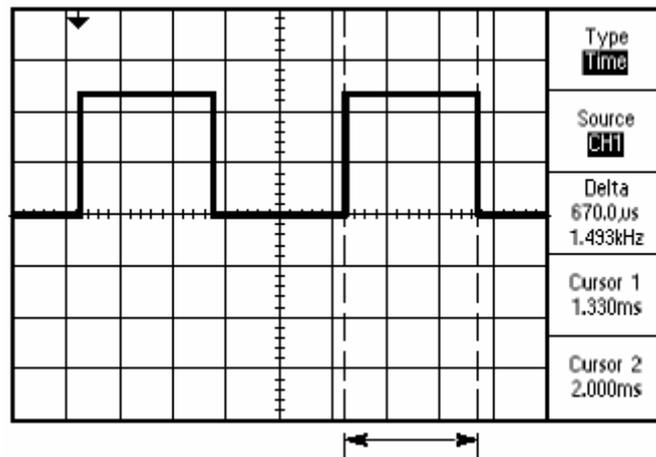

Figura 5: Utilização do Cursor.
Um exemplo de utilização do cursor, disponível nos osciloscópios digitais, é a medida da largura do pulso mostrado na Figura 5. Para isso, deve-se seguir os passos abaixo:
- ❑ A medida da largura do pulso (Delta), bem como os instantes de tempo onde os cursores estão posicionados aparecerão no menu no lado direito da tela, conforme está mostrado na Figura 5.